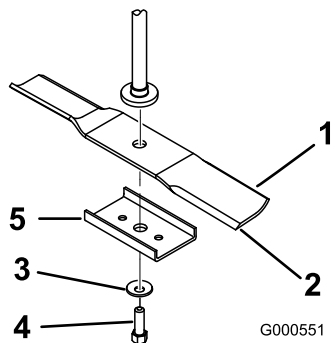

Figura 48
curva, el refuerzo de la cuchilla (modelos de 42 pulgadas solamente) y la cuchilla del eje de la cuchilla (Figura 48).
2. Instale el refuerzo de la cuchilla (modelos de 42 pulgadas solamente), la arandela curva (con la copa hacia la cuchilla) y el perno de la cuchilla (Figura 48).
1. Instale la cuchilla en el eje (Figura 48).